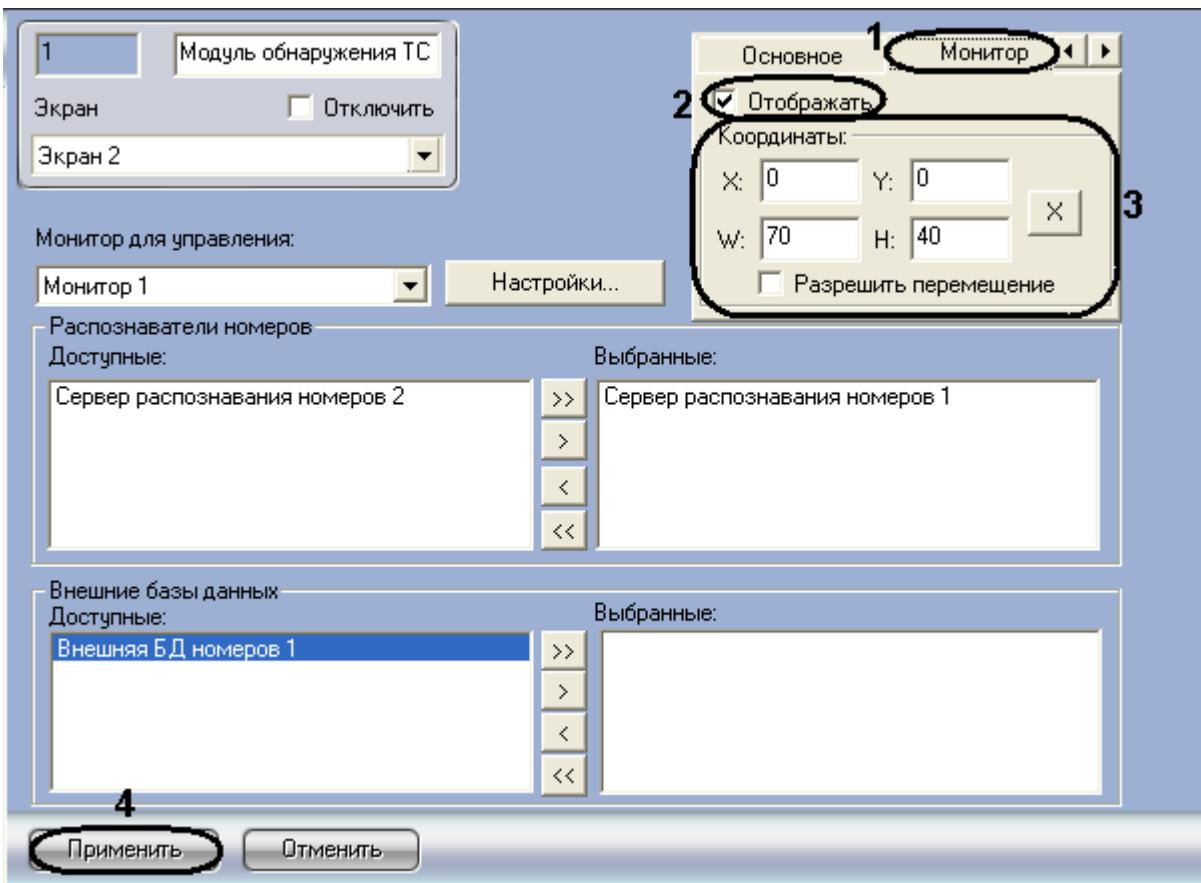

Рис. 7.9—4. Настройка размещения компонента «Монитор событий»
1. Перейти на панель настройки объекта «Модуль обнаружения ТС» (Рис. 7.9—4).
2. Перейти на вкладку «Монитор» (см. Рис. 7.9—4, 1).
3. Для отображения компонента «Монитор событий» на экране установить флагок «Отображать» (см. Рис. 7.9—4, 2). В результате выполнения операции будут активированы настройки размещения компонента «Монитор событий».